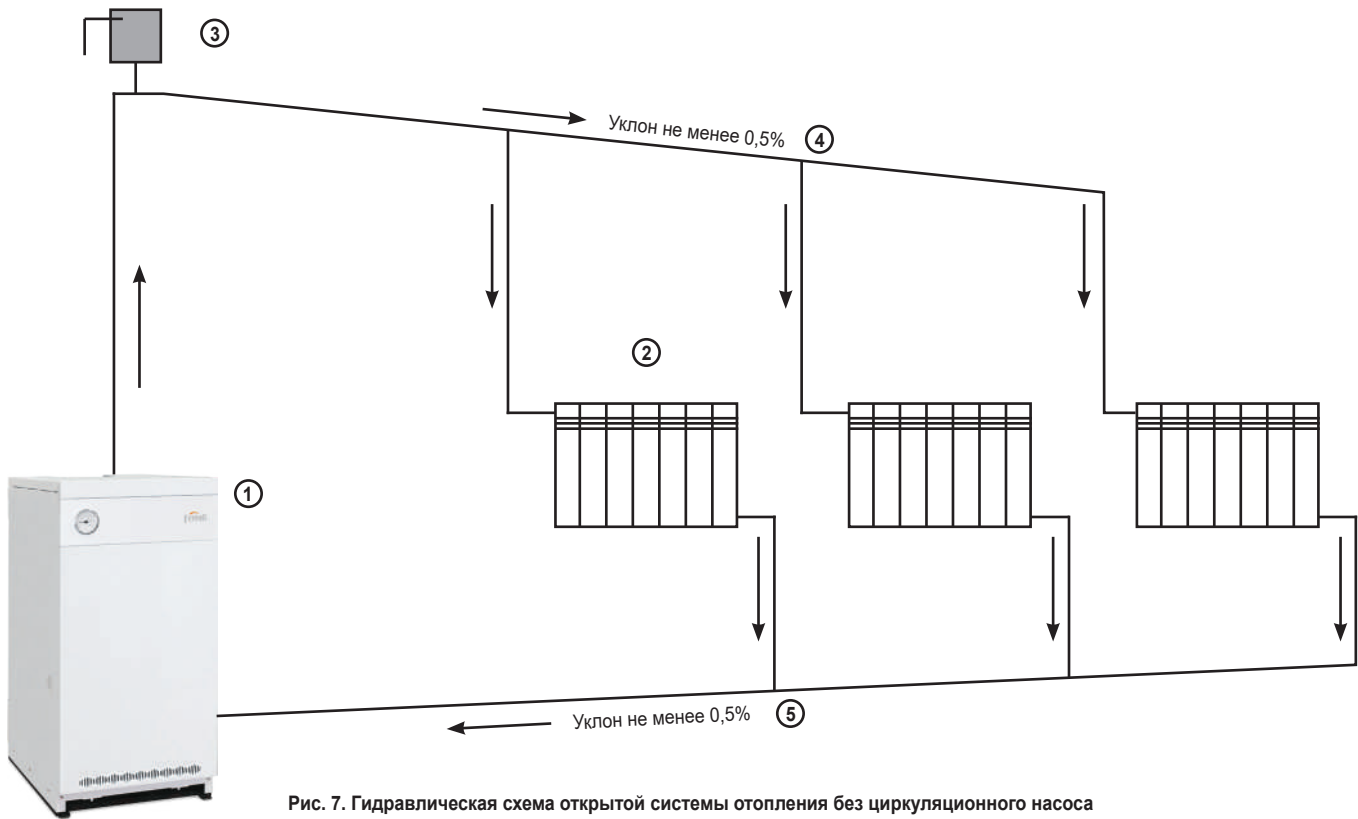

Рис. 7. Гидравлическая схема открытой системы отопления без циркуляционного насоса
5.6 При использовании открытой системы отопления (рис. 7) котел желательно установить ниже нагревательных приборов так, чтобы середина нижнего ряда нагревательных приборов была приблизительно на уровне верхней крышки котла.
Обозначения на рис. 7 и 8